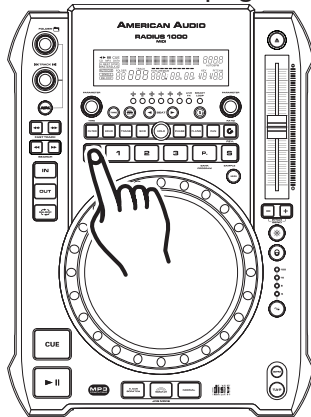

Figura 15
- 1) Cree un punto de referencia Cue siguiendo alguno de los dos métodos indicados más arriba, en la página 20. Pulse el **BOTÓN MEMORY (27)**, como se indica en la Figura 15. La señal LED roja correspondiente a la memoria de referencia cue se iluminará para indicar que se acaba de activar la función para guardar en memoria. En este momento se puede presionar alguno de los tres **BOTONES BANK (26)** para almacenar el punto de referencia en la memoria (Figura 17). A continuación titilará brevemente la señal LED del botón Bank que corresponda al **BOTÓN BANK (26)** presionado. Dicha señal permanecerá iluminada a fin de indicar que una muestra o punto de referencia (cue) ha sido guardado en la memoria. La señal LED roja de memoria se apagará.